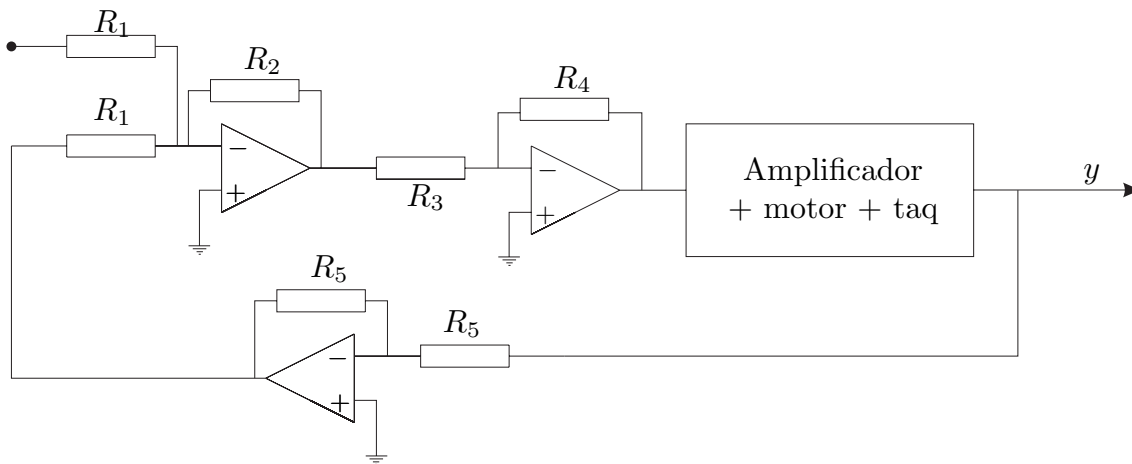

Figura 6: Montagem do circuito realimentado com o controlador proporcional.
- 3) Implemente o sistema de controlo de velocidade com realimentação negativa e **controlador Proporcional** de acordo com o diagrama da Figura 6. A partir do valor da constante de tempo em cadeia aberta obtido em 1), calcule o valor de  $K$  de forma a que as constantes de tempo em cadeia fechada sejam de 10 ms. e 5 ms. Determine os correspondentes valores de resistências, observe e esboce as respostas ao escalão em cadeia fechada. Meça os parâmetros do sistema (incluindo o ganho estático) em cadeia fechada e compare-os com os valores esperados. Comente os resultados na globalidade.